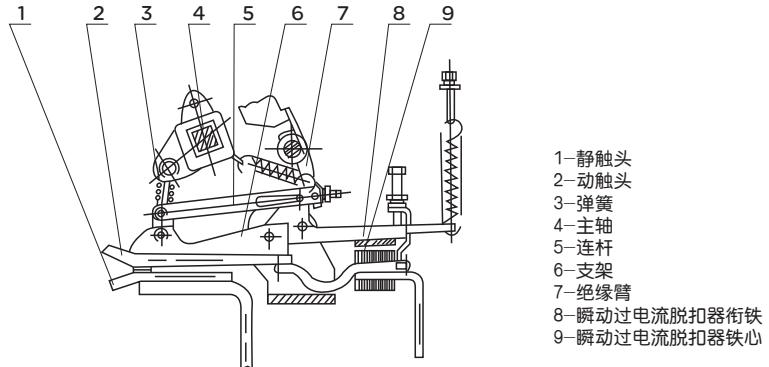

图7 触头系统和瞬动过电流脱扣器原理图
□ 触头系统和瞬动过电流脱扣器(见图7) 动静触头由较长的平行导体组成，在小电流时起补偿触头压力作用，当出现短路电流时，动静触头之间产生很大的电动斥力，使动触头向上运动，同时推动连杆5向右运动。当穿过触头弹簧的连杆越过死区时，动静触头就很快斥开，此时瞬动过电流脱扣器衔铁8迅速吸合，并由O1支点轴销推动绝缘臂7使机构将断路器迅速断开。